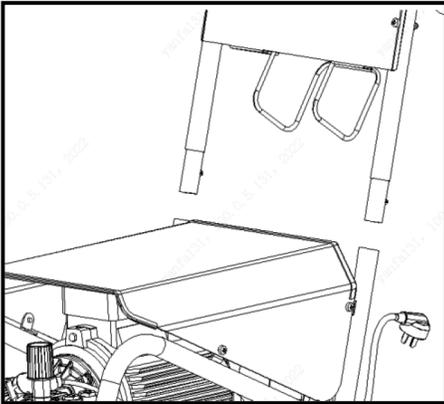

Рис. 4
2. Установите ручку на раму (рис. 4).